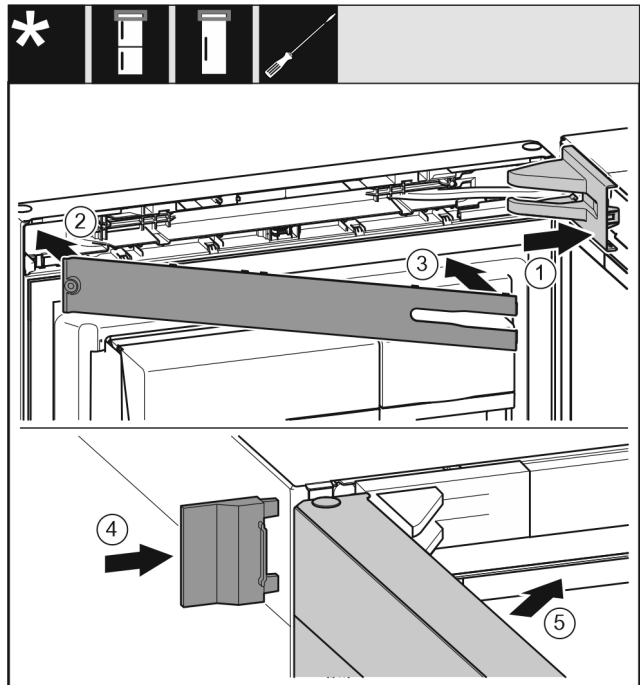

Fig. 26
- ▶ Stavite pokrov podloška ležaja Fig. 26 (1) i pustite ga da se uglavi, po potrebi ga oprezno razdvojite.
- ▶ Natakните masku Fig. 26 (2).
- ▶ Zakrenite masku Fig. 26 (3) i pustite da uskoči.
- ▶ Natakните vanjski poklopac Fig. 26 (4).
- ▶ Zatvorite gornja vrata Fig. 26 (5).